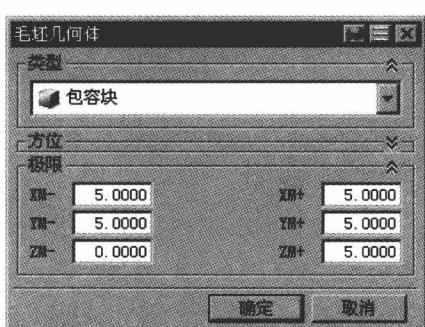

图 1.3 “毛坯几何体”对话框
Step2. 在“毛坯几何体”对话框的 **类型** 下拉列表中选择 **包容块** 选项，设置图 1.3 所示的参数。